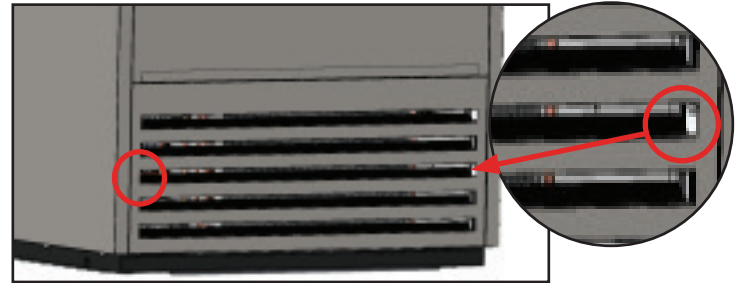

Abb. 1. Schraube, mit der das vordere Gitter befestigt ist, entfernen.
2. Entfernen Sie die Schraube, mit der das Lamellengitter am Schrank befestigt ist. Siehe Abb. 1.